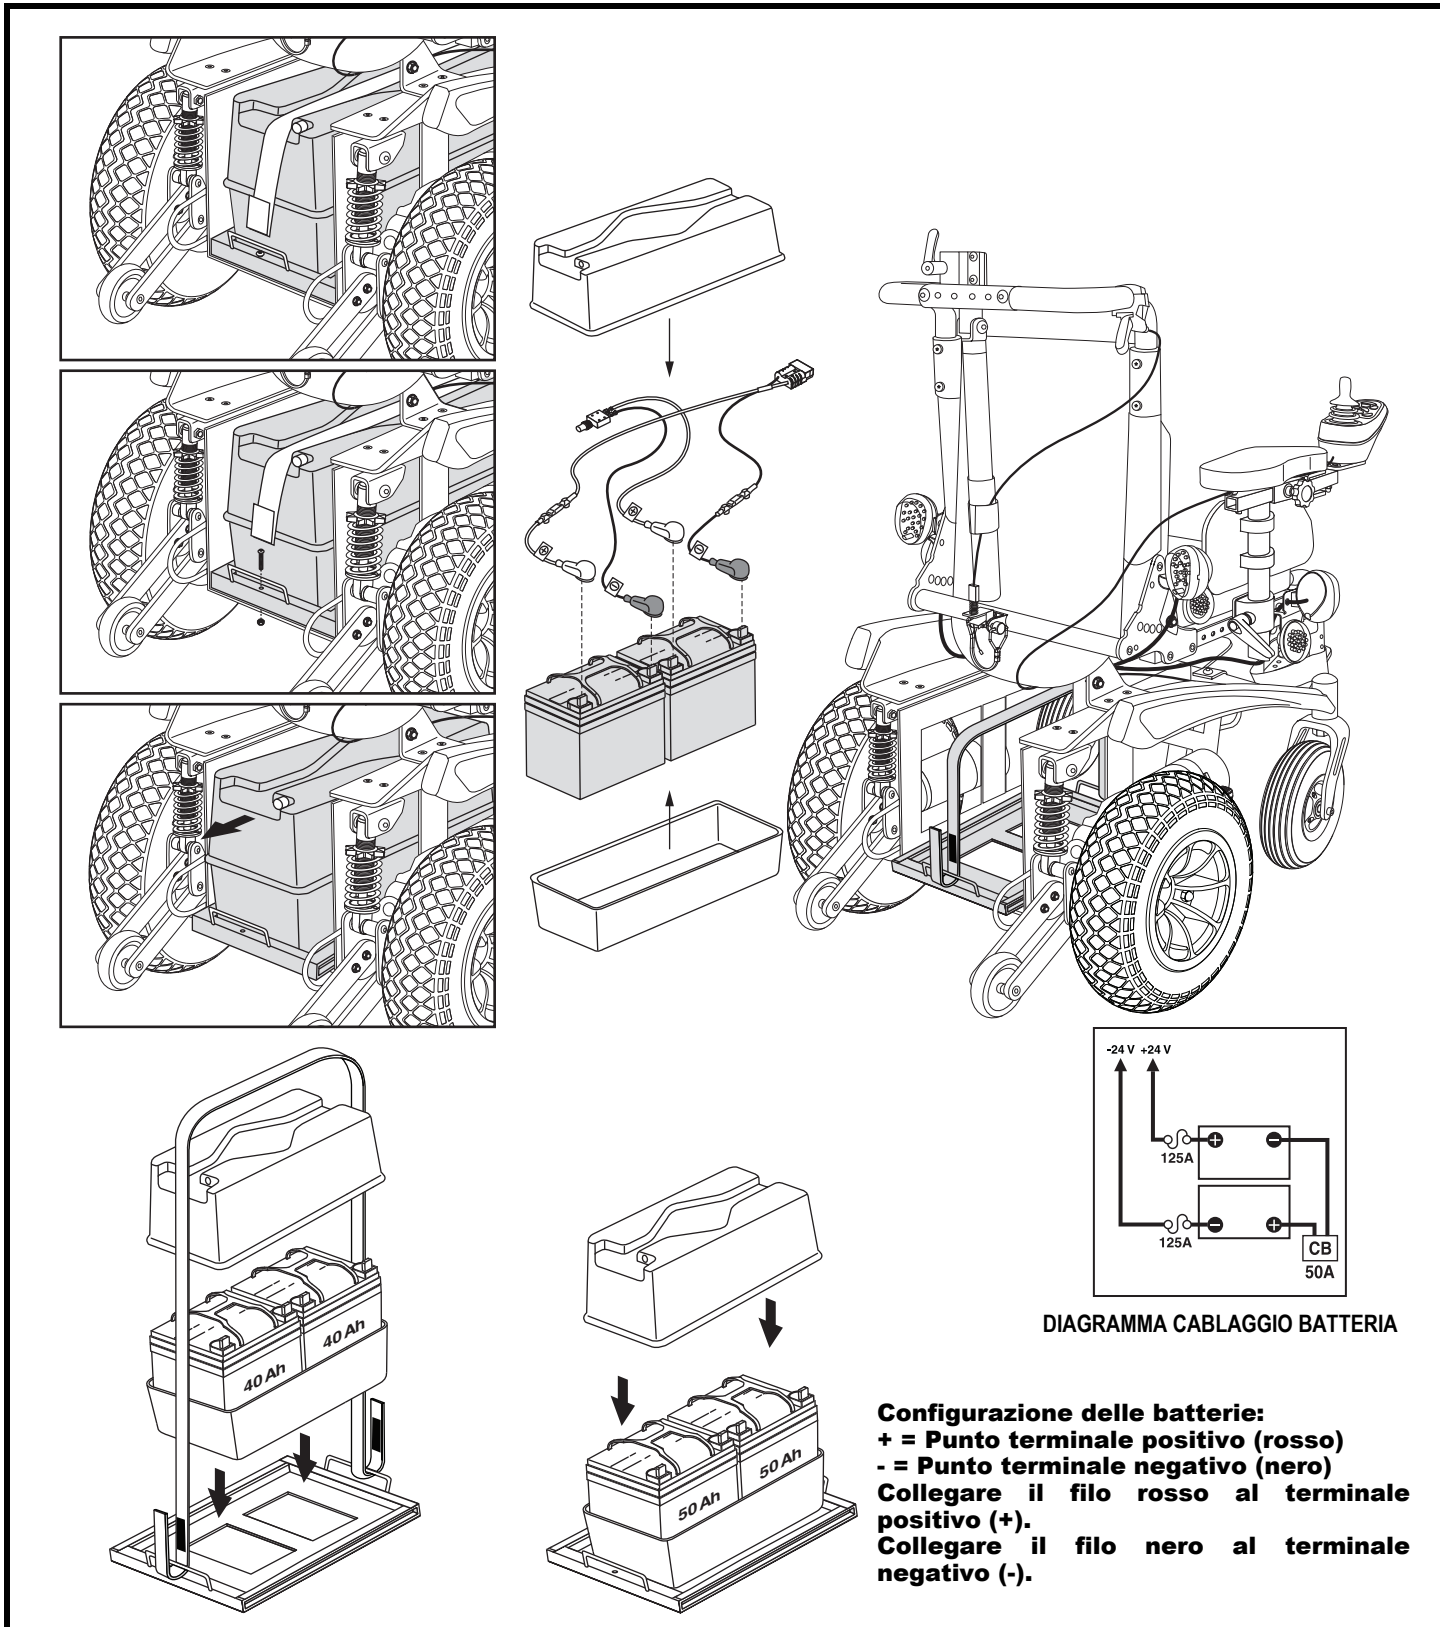

Figura 25. Sostituzione delle batterie
Un diagramma del cablaggio delle batterie è stampato su un'etichetta ubicata sullo sportello della batteria. **Vedere figura 25.** Vedere la tabella delle specifiche tecniche per conoscere le specifiche corrette della batteria.
4. Spingere indietro il vassoio della batteria. **Vedere figura 25.**
8. Sostituire con batterie nuove all'interno del pacco batterie. **Vedere figura 25.**
11. Riportare a posto il vano batterie e reinstallare gli accessori di fissaggio. **Vedere figura 25.**